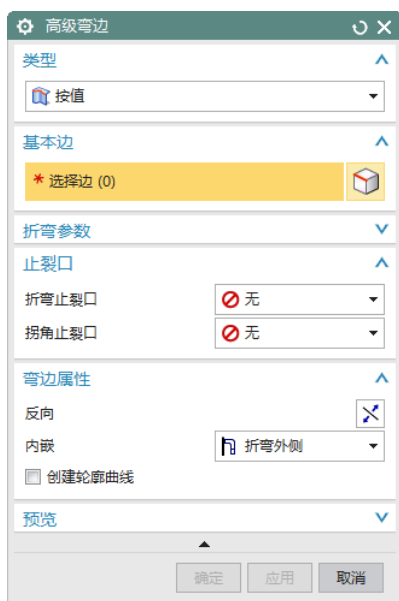

图 10-54 “高级弯边”对话框
(1) 选择“菜单(M)”→“插入(S)”→“NX 高级钣金”→“高级弯边(A)”，或者单击“主页”选项卡“折弯”面组上“更多”库下的“高级弯边”按钮, 打开如图 10-54 所示“高级弯边”对话框。设置“内嵌”为“折弯外侧”，在“折弯止裂口”和“拐角止裂口”下拉列表框中选择“无”。